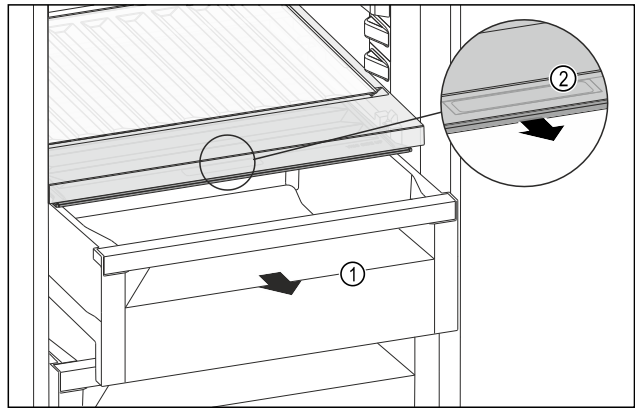

Fig. 122
- ▶ Schubfach Fig. 122 (1) herausziehen.
- ▶ Griffmulde Fig. 122 (2) am Fachdeckel anfassen und Fachdeckel gleichzeitig nach vorne ziehen.